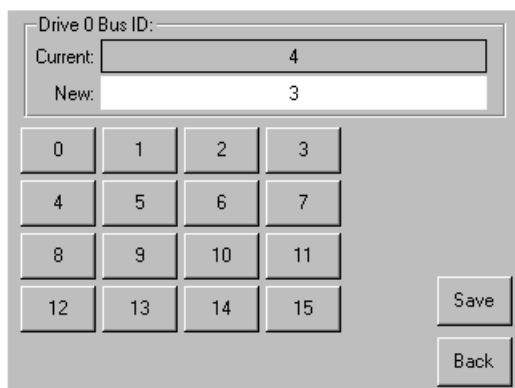

図3-2: [Drive 0 Bus ID]画面
- [Drive 0 Bus ID:]の隣にあるボックスを選択します。[Drive 0 Bus ID]画面が表示されます（図3-2を参照）。この画面には、現在のドライブ0のバスIDと、新しく設定するバスIDが表示されます。